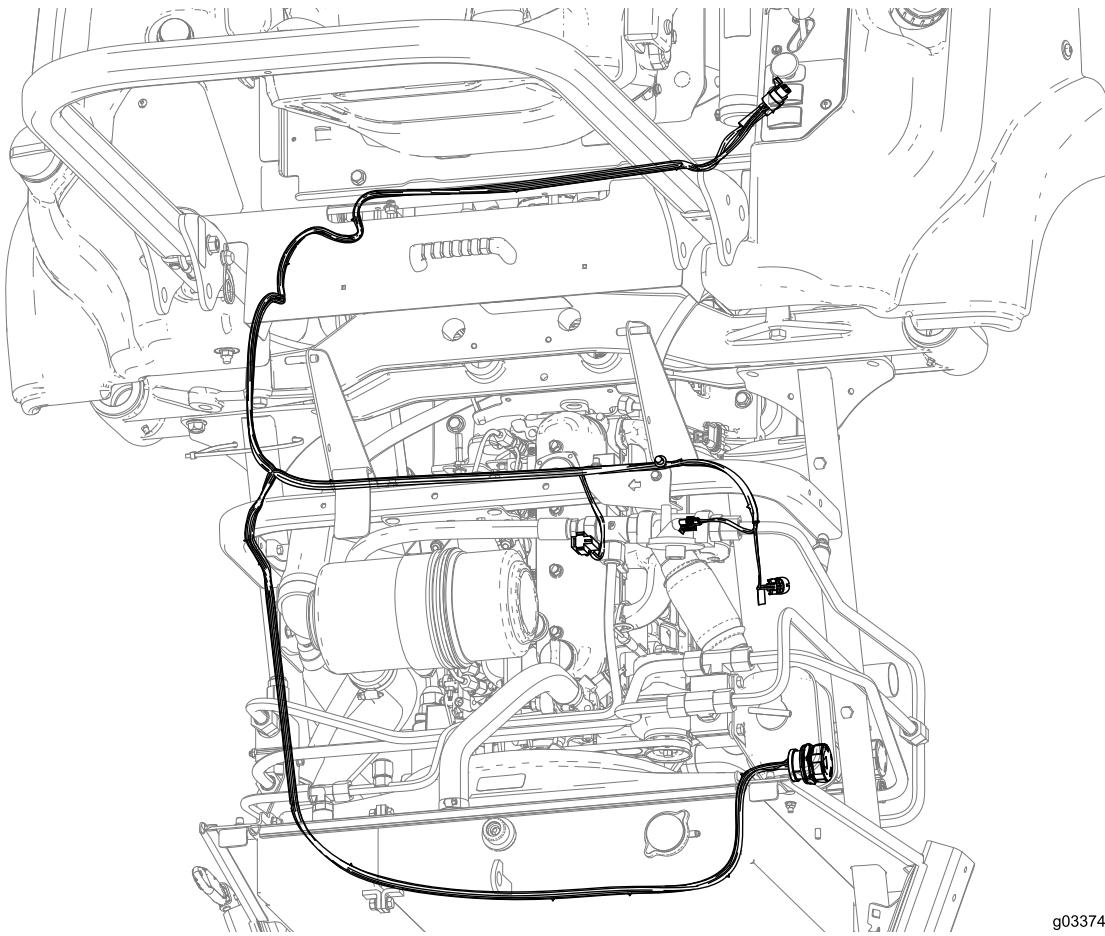

Figura 32
1. Posate il cablaggio preassemblato come mostrato nella Figura 32.